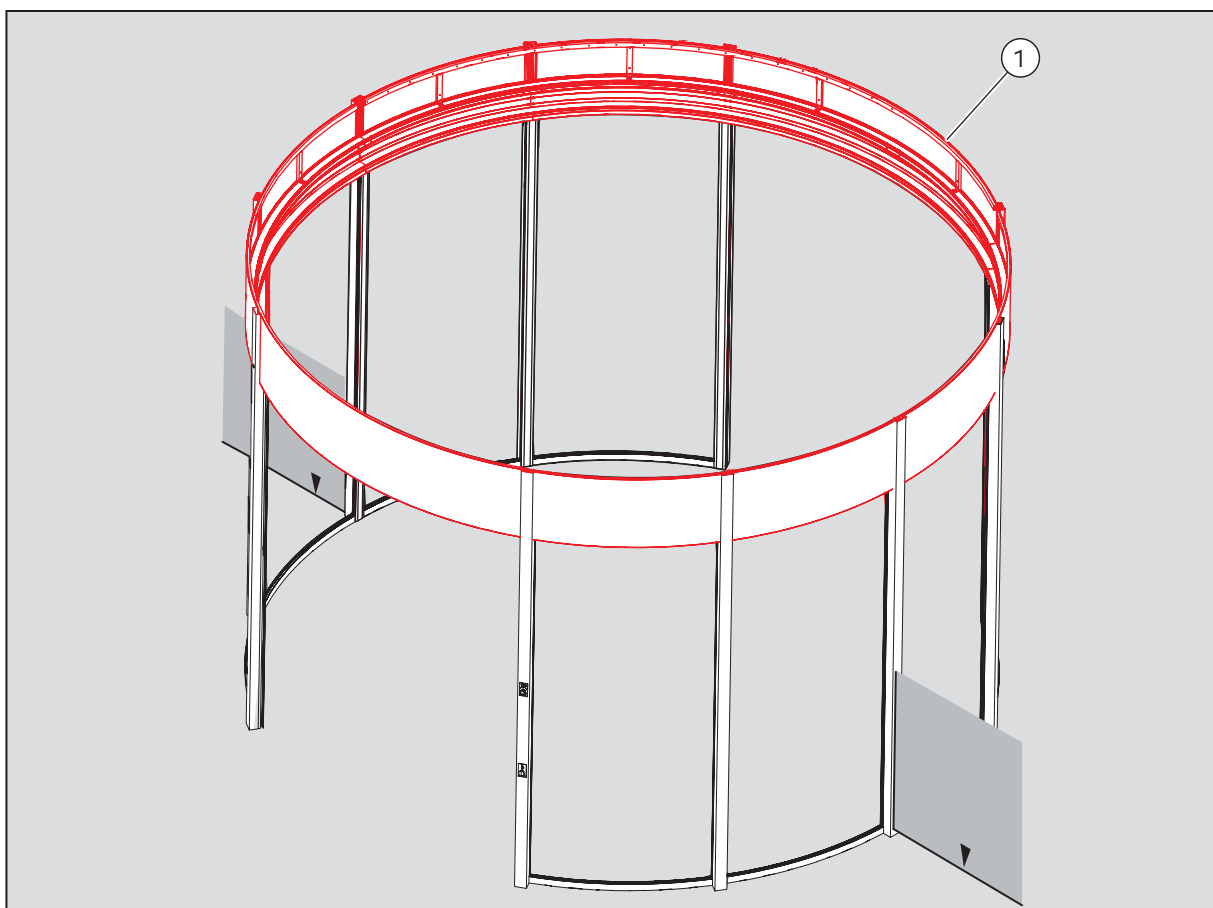

Abb. 36 Montage der Stirnbänderhöhung
1. Die Montage der Stirnbänderhöhung (Abb. 36/1) erfolgt wie unter „5.3 Montage des Rahmens“ auf Seite 31 beschrieben.